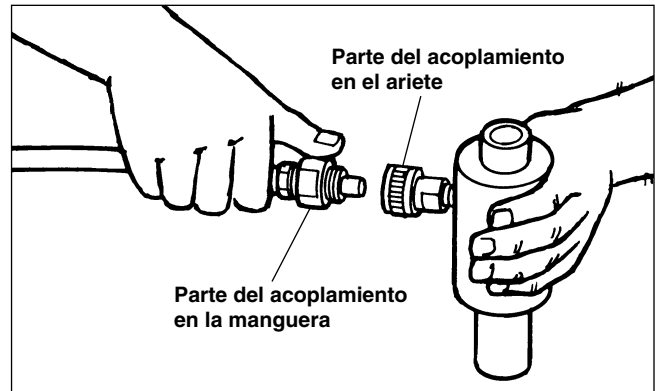

Figura 1 – Conexiones hidráulicas
2. Conecte la parte del acoplamiento correspondiente a la manguera con la parte del acoplamiento correspondiente al ariete en el cilindro. Gire la abrazadera por completo y apriétela con la mano (*Figura 1*).